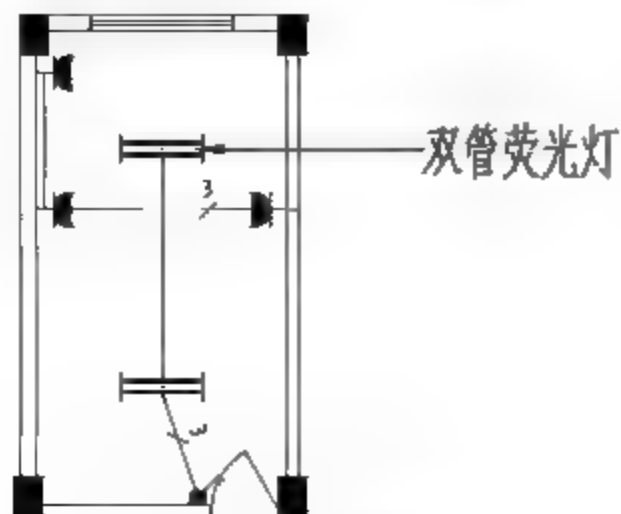

图5-146 打开素材
**01** 打开本书配备资源中的“素材\第5章\5-9 添加引线.dwg”文件，如图5-146所示。